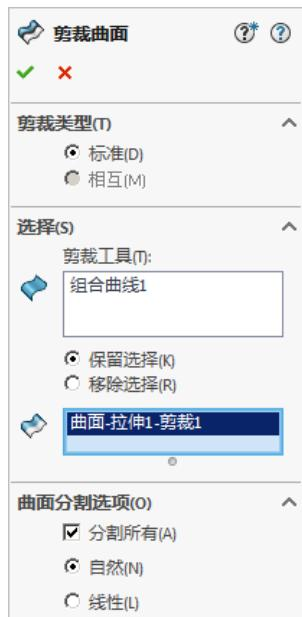

图 6.7.2 “剪裁曲面”对话框
Step2. 选择命令。选择下拉菜单 **插入(I)** → **曲面(S)** → **剪裁曲面(T)…** 命令，系统弹出图 6.7.2 所示的“剪裁曲面”对话框。
如图 6.7.2 所示的“剪裁曲面”对话框中各选项的说明如下。